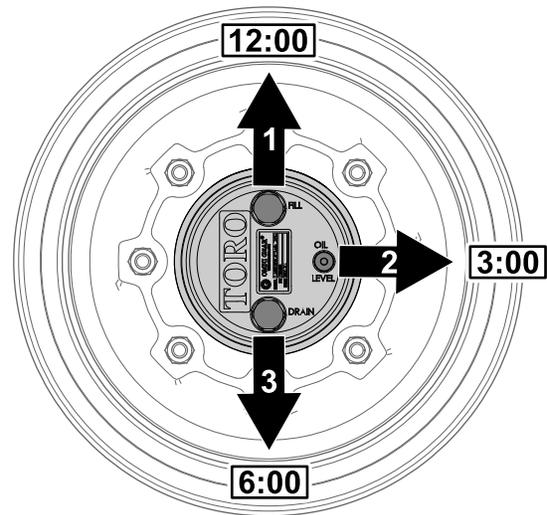

Bild 100
- Parken Sie die Maschine auf einer ebenen Fläche und positionieren Sie das Rad so, dass die Füllschraube auf 12 Uhr, die Prüfschraube auf 3 Uhr und die Ablassschraube auf 6 Uhr steht (Bild 100).
- Entfernen Sie die Prüfschraube, die auf 3 Uhr steht (Bild 100).
1. Parken Sie die Maschine auf einer ebenen Fläche und positionieren Sie das Rad so, dass die Füllschraube auf 12 Uhr, die Prüfschraube auf 3 Uhr und die Ablassschraube auf 6 Uhr steht, siehe Bild 100 in Prüfen des Ölstands im Planetengetriebe \(Seite 66\).